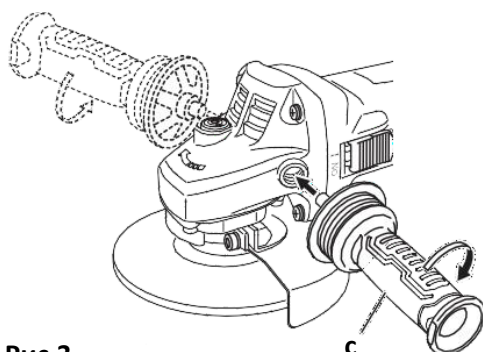

Рис.3
- Возьмите боковую рукоятку **(c)** и закрутите её по часовой стрелке в резьбовые отверстия корпуса редуктора с левой или правой стороны до упора (Рис.3).